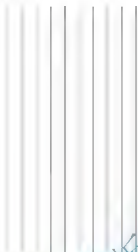

图 4.100 绘制多条垂直构造线
(1) 将【辅助】图层设置为当前层，打开【正交】功能并选择菜单栏中的【绘图】|【构造线】命令。
① 在 XLINE 指定点或 [水平(H)/垂直(V)/角度(A)/二等分(B)/偏移(O)]: 提示下，在绘图区域任意位置单击。
② 在**指定通过点**:提示下,将光标垂直向下拖动,形成垂直线后单击。这样就绘出一条垂直构造线。
(2) 用**【阵列】**命令生成其他垂直构造线,参数设为1行、10列、列偏移距离300mm,结果如图4.100所示。